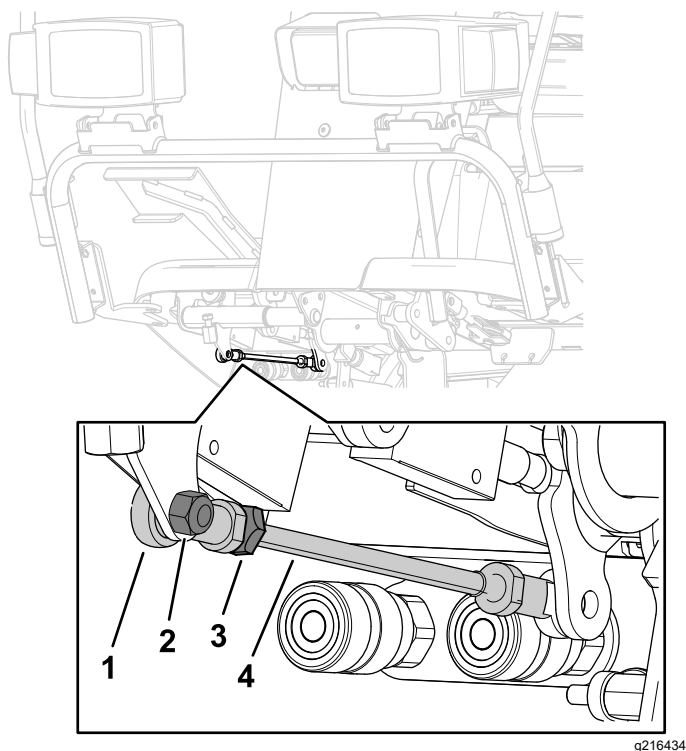

Figura 97
Si es necesario hacer un ajuste mayor, ajuste la varilla de tracción (Figura 97) de la manera siguiente:
5. Afloje la contratuerca que fija el extremo de la varilla a la varilla de tracción (Figura 97).
7. Apriete la contratuerca (Figura 97) y fije la rótula al pedal de tracción con el perno y la tuerca que se retiraron anteriormente, para fijar el ángulo del pedal.